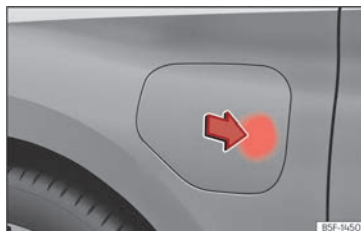

Abb. 57 Öffnung der Batterieladeklappe.
- Drücken Sie bei entriegeltem Fahrzeug auf den gekennzeichneten Bereich der Batterieladeklappe, um diese zu öffnen »» (Abb. 57).
- Stecken Sie den Ladestecker gerade in die Ladedose ②. Prüfen Sie, dass der Ladestecker vollständig eingesteckt ist.